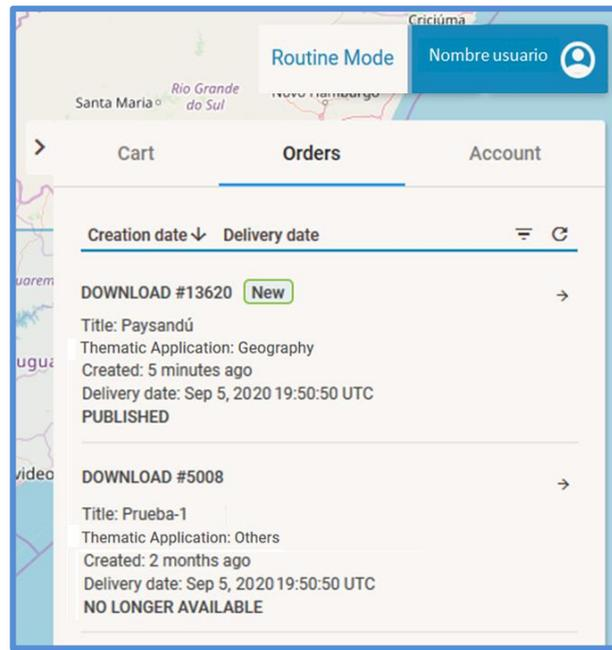
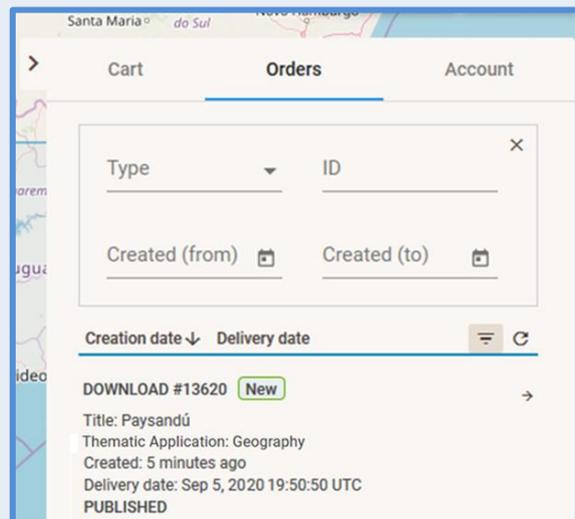
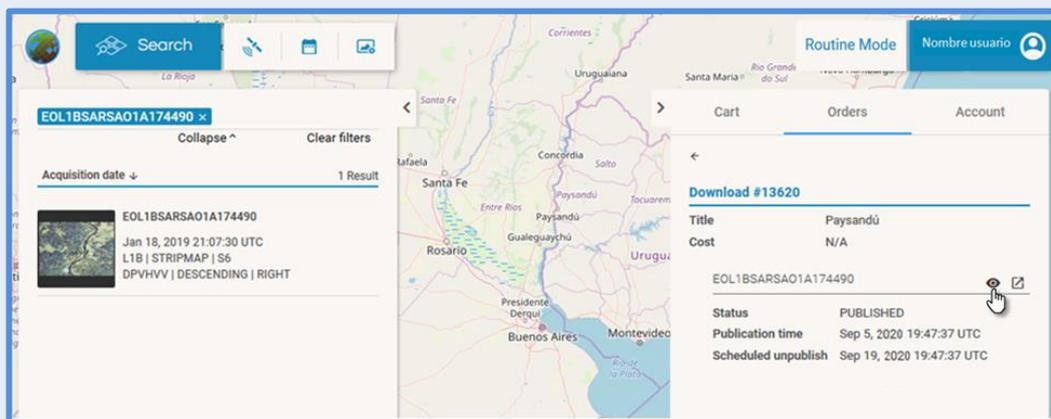
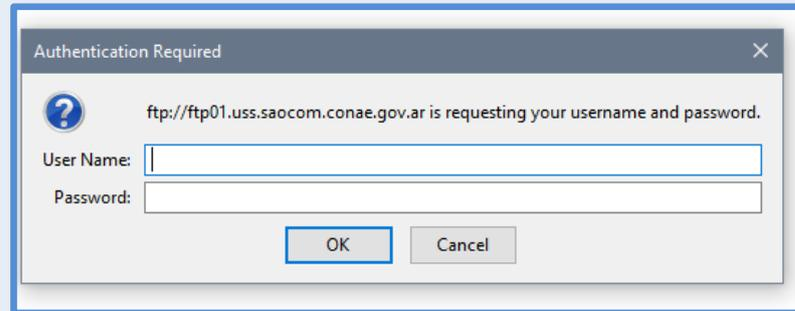

Figura 18: Pestaña de Pedidos: Lista de pedidos de descarga de productos del Catálogo.
Figura 19: Filtros para la búsqueda de pedidos.
Figura 20: Uso de las herramientas de información y visualización del pedido desde la sección **Orders** (Pedidos).
Figura 21: Acceso al enlace de descarga del producto ingresando con las credenciales recibidas por mail.
En este panel se mostrará el listado de pedidos que el usuario realizó hasta la fecha y se dará información relevante de cada pedido y el estado actual de los mismos, como muestra la Figura 18.
En la sección **Orders** (Pedidos) de actividades del usuario (ver Figura 18) se tendrán las siguientes herramientas:
- Filtros  : Permite realizar una búsqueda de los pedidos usando diferentes opciones para el filtrado (ver Figura 19):
- Para consultar más detalles sobre un pedido en particular, el usuario podrá seleccionar la flecha horizontal  (ver Figura 18 o Figura 19) y se desplegará el panel de información, como muestra la Figura 20, (panel de la derecha). El panel especifica los parámetros y datos registrados para el pedido:
- Para identificar en el Catálogo el producto elegido para descargar, seleccione el ícono  y se desplegará el panel de búsqueda de productos (a la izquierda de la pantalla), mostrando la información del mismo, como muestra la **Figura 20**.
- Es posible acceder a dicho enlace desde la sección **Orders** (Pedidos), seleccionando el ícono  (ver **Figura 20**). Se abrirá una ventana de acceso, como muestra la **Figura 21**.